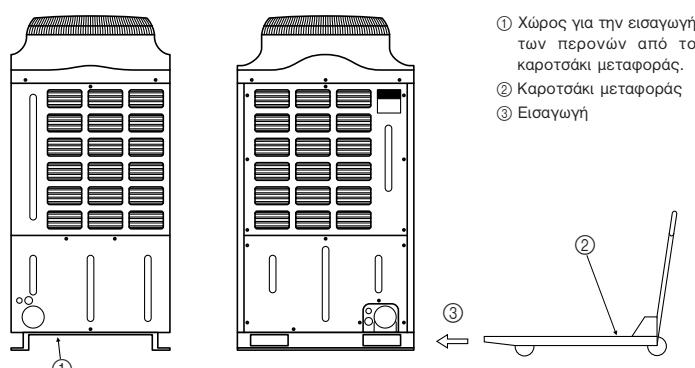

Fig. 3-2
3.2. Μεταφορά με καροτσάκι μεταφοράς (Fig. 3-2)